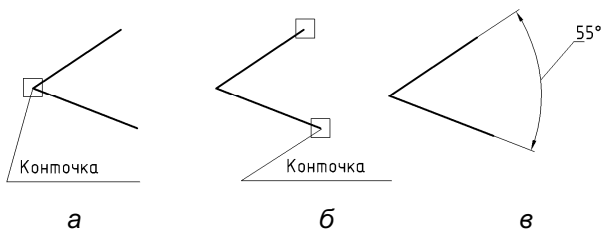

Рис. 48. Пример простановки углового размера
3. Указать вершину угла (рис.48, а).
4. Указать конечные точки угла (рис. 48, б).
5. Указать положение размерной дуги и щелкнуть ЛКМ (рис. 48, в).